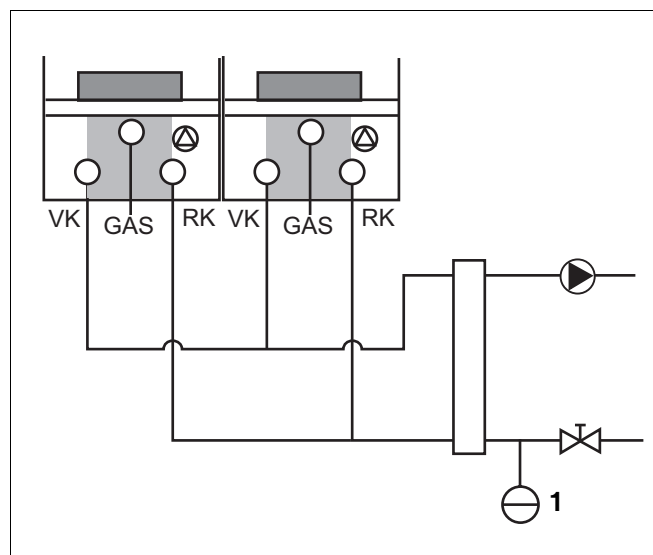

fig. 11 Aansluiten expansievat bij meervoudige opstelling (Cascadeopstelling)
- Sluit in dit geval het expansievat aan de secundaire zijde van de open verdeler aan in de retour (fig. 11), zodat elk cv-toestel in verbinding met het expansievat staat (fig. 11).